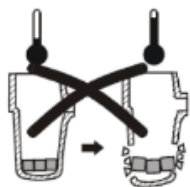

Рис. 4
- ложка опоки  ручкой  с учетом положения носика тигля. На рис. 4 показана маркировка положения ложки для основных размеров опок;